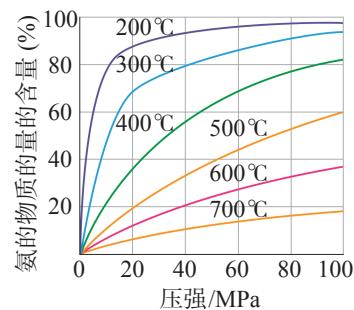

图 2.7 反应条件对合成氨含量的影响 (氢氮比为 3)
如图 2.7 所示，温度升高，虽然能增大合成氨的反应速率，但会降低平衡混合物中氨的含量。温度过低，化学反应速率较小，需要很长时间才能达到平衡状态。在选择某反应的温度时，还应考虑催化剂的活性温度，以便最大限度地发挥催化剂的作用。所以，为了工业合成氨有较快的反应速率，必须在铁催化剂活性较高的温度下进行，为此合成氨反应一般选择在 500℃ 左右的温度下进行。催化反应主要发生在催化剂的表面，因此，要提高催化效率、降低成本，增大催化剂的比表面积^①十分重要。
- (1) H_2 与硫化合的反应是放热反应还是吸热反应？
- (2) 已知 H_2Te 分解反应的 $\Delta S > 0$ ，请解释为什么 Te 和 H_2 不能直接化合。
- (3) 上述资料信息中是否都能够说明硫元素非金属性强于硒元素？
6. 体积比为 1:3 的 N_2 和 H_2 在不同温度及压强下反应，平衡混合物中氨的物质的量的含量如图 2.7 所示。回答下列问题：